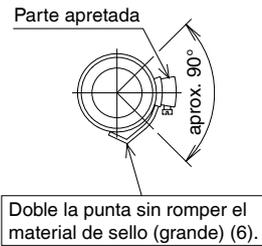

Fig. 15
- No apriete la abrazadera de metal (1) con un torque mayor del especificado. La manguera de desagüe (2), el conector o la abrazadera de metal (1) pueden dañarse.
- Envuelva la cinta de vinilo en el extremo de la abrazadera de metal (1) de manera que el material de sellado (grande) (6) a utilizar en el proceso siguiente no pueda dañarse con el extremo de la abrazadera o doblar la punta de la abrazadera de metal (1) hacia adentro como se muestra. **(Consulte la Fig. 15)**